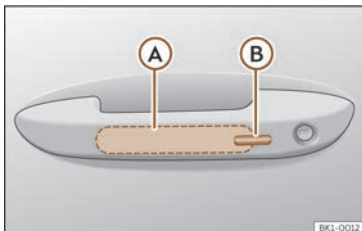

Fig. 83 Asa da porta: superficies sensoras.
>>> **fig. 83**
- Toque a superficie sensora >>> **fig. 83 (B)** situada no lado exterior da asa da porta. Todos os intermitentes escintilan unha vez.
- Antes de que transcorran 5 segundos, toque unha vez o sensor do lado exterior da asa da porta >>> **fig. 83 (B)**. Ao facelo, non agarre a asa. O sistema Keyless Access queda desactivado temporalmente.